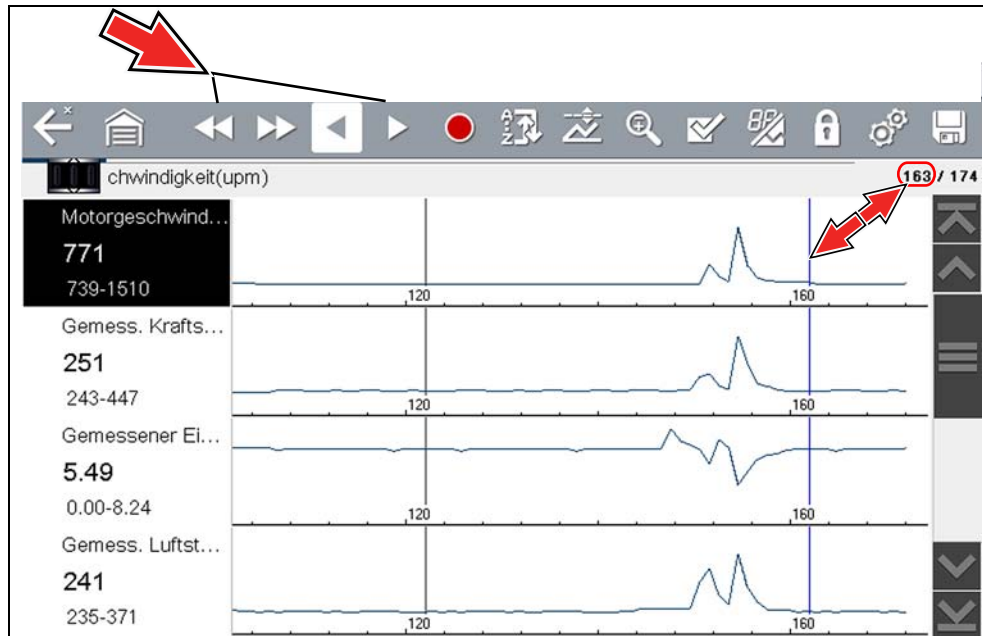

Abbildung 4-38
3. Gehen Sie in der Grafikanzeige mit den Steuersymbolen durch die Daten (Abbildung 4-38). Zur Beschreibung der Steuersymbole der Werkzeugleiste, siehe Scanner-Steuersymbole auf Seite 17 und Allgemeine Steuersymbole in der Werkzeugleiste auf Seite 12.
Der blaue (vertikale) Cursor (Abbildung 4-38) zeigt Ihre Position in den Daten an und wird durch den aktuellen Positionswert (Abbildung 4-38) im Positionszähler wiedergegeben. Der Cursor wird in allen PIDs angezeigt.
Durch mehrmaliges Drücken von Speichern in derselben Datenerfassungssitzung werden mehrere .SCM-Dateien erstellt. Jede Datei enthält graue (vertikale) Cursor (Abbildung 4-38), die anzeigen, an welcher Stelle die Datenerfassung unterbrochen wurde.